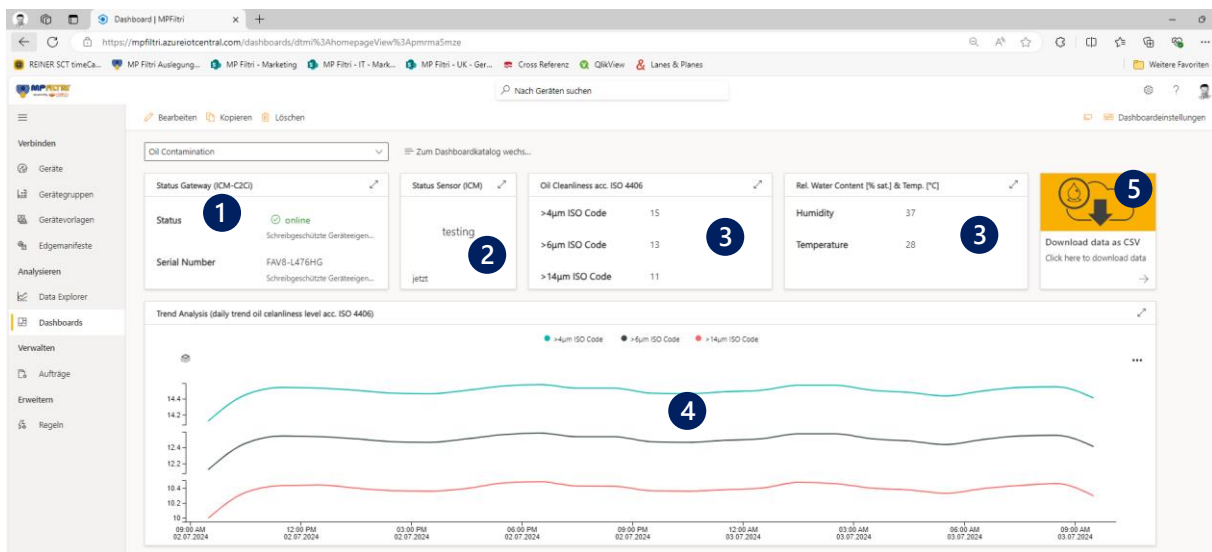

Abbildung 16: Übersicht über Ihre Geräte im Dashboard der Web-Applikation MP Smart Fluid
Im Dashboard (individualisierbar) werden die aktuellen Informationen und Messwerte aller angeschlossenen Geräte und Datenquellen visualisiert (Abbildung 16). Im Falle angeschlossener *Inline Contamination Monitore ICM* werden standardmäßig folgende Informationen dargestellt:
- Status Betriebsbereitschaft *ICM-Power* (1): liefert Hinweise, ob ein angeschlossenes *ICM* betriebsbereit ist (z.B. ob am *ICM-C2Ci* eine Spannungsversorgung anliegt)
- Übertragungsstatus *ICM-Status* (2)
- Aktuelle Messwerte (3)
- Trendverläufe (max. 30 Tage) (4)
Weiterhin haben Sie die Möglichkeit (siehe Abbildung 16), vergangene Messdaten im CSV-Format oder archivierte *MP Fluid Analytics* Laborberichte im pdf-Format herunterzuladen (5). Der Status zur Signalisierung der Betriebsbereitschaft *ICM-Power* (1) wird als online angezeigt, solange das Gerät sich in gewissen Abständen eine Meldung schickt (siehe Kapitel 6.2). Weiterhin werden die letzten übertragenen Werte vom *ICM-C2Ci* in zwei Funktionsblöcken (3) sowie im Trendverlauf (4) dargestellt. Der aktuelle Übertragungstaus *ICM-Status* ist der Kachel (2) zu entnehmen. Die Downloadfunktion wird im Kapitel 0 genauer beschrieben. Um zur Downloadseite zu gelangen, klicken Sie zunächst auf die Schaltfläche (5). Ein neues Fenster öffnet sich.